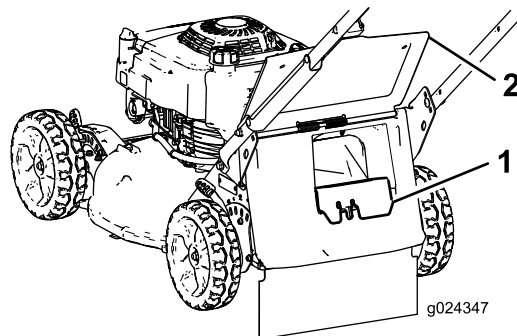

Figura 17
- Si el tapón de descarga trasera no está instalado, sujételo por el manillar, eleve el deflector trasero e introdúzcalo en el conducto de descarga trasera hasta que el enganche encaje en su sitio (Figura 17).
3. Retire el tapón de descarga trasera presionando el enganche hacia dentro con el dedo pulgar y extrayendo el tapón de la máquina (Figura 17).